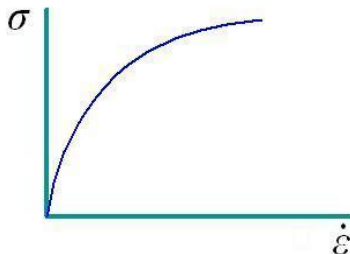

Рисунок 6 – Модель идеально-вязкой среды
- Идеально-вязкая среда – характеризуется тем, что она деформируется необратимо при любом значении текущего напряжения (см. рисунок 6).